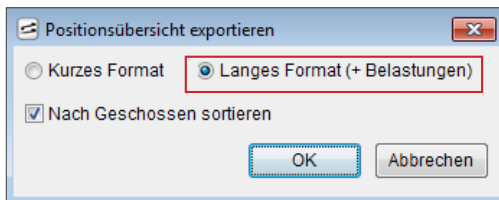

Bild 25: Export der Bauteilpositionen
- Bild 25: Export der Bauteilpositionen | **25**